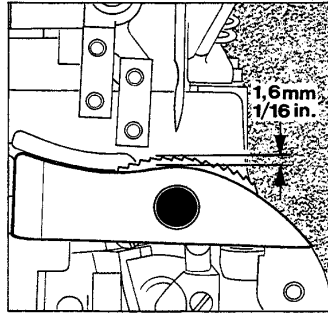
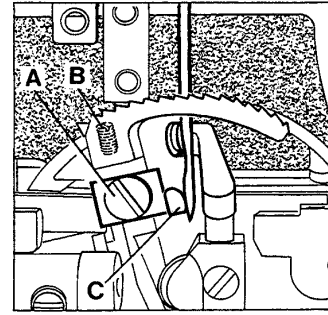

Fig. 9
Fig. 10
The lower feed dog is set correctly when its teeth rise slightly more than the depth of a full tooth (approx. 1.6 mm (1/16") above the throat plate (see Fig. 9). To raise or lower the feed dog loosen screw (A, Fig. 10) and set the feed dog to the specified height. Retighten screw (A). Now reset stop screw (B) in feed dog to maintain the adjusted feed dog height.
Set the needle guard (C, Fig. 10) so that it just touches the needle when it is at its most forward point of travel. To move guard forward or backward loosen screw (A) and move needle guard as required. Retighten screw.
Der untere Transporteur ist richtig eingestellt, wenn die Transporteurzähne die Stichplatte etwas mehr als eine volle Zahnhöhe (ca. 1,6 mm) überragen (siehe Fig. 9). Zum Höher- oder Tieferstellen des Transporteurs lösen Sie die Schraube (A, Fig. 10) und stellen den Transporteur auf die vorgeschriebene Höhe. Ziehen Sie die Schraube (A) wieder an. Nun stellen Sie die Anschlagsschraube (B) im Transporteur so, daß die eingestellte Transporteurhöhe erhalten bleibt.
Stellen Sie den Nadelanschlag (C, Fig. 10) so, daß er die Nadel gerade leicht berührt, wenn er am vordersten Punkt seiner Bewegung steht. Zum Verstellen des Anschlags nach vorne oder hinten lösen Sie die Schraube (A) und stellen den Anschlag entsprechend ein. Ziehen Sie die Schraube wieder an.